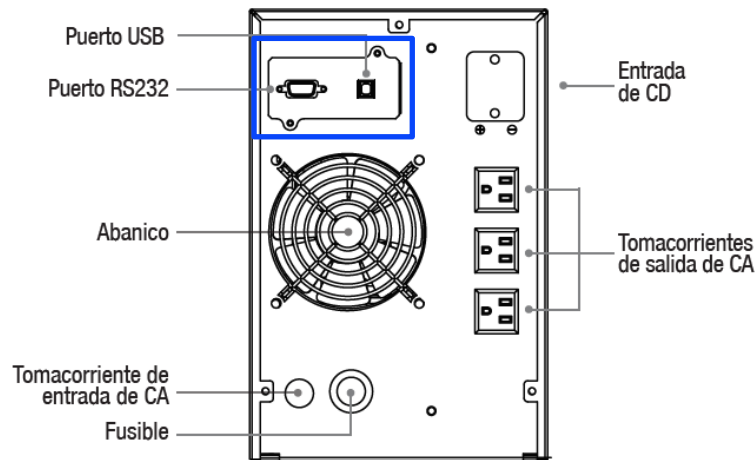

Figura 4. Los puertos de conectividad disponible para el UPS-IND 1100 son: RS-232 y USB
En la figura 4 se pueden observar los puertos de conectividad disponibles para este UPS:
- a) Puerto: USB y DB9 RS-232 ver figura 4.